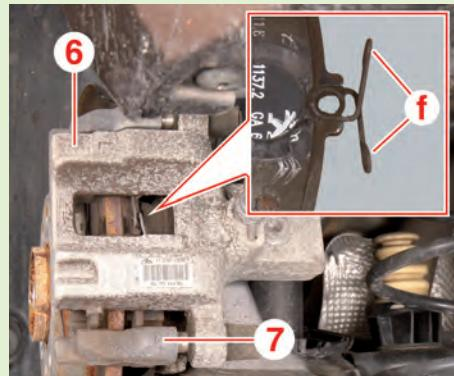

Fig.12
- Remettre en place l'étrier (6) sur son support (7) (Fig.12).